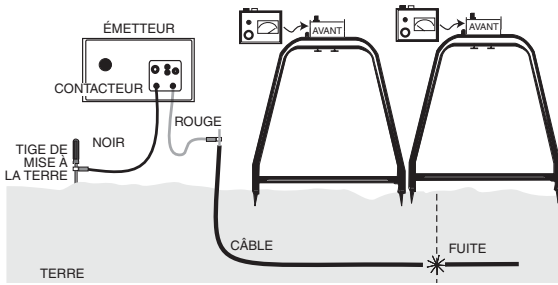
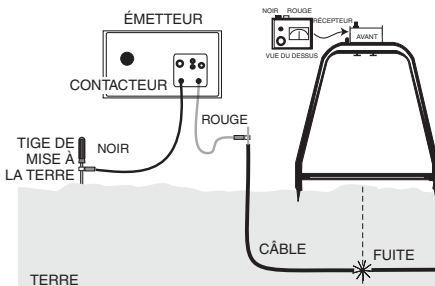

Figure 3. Chemin de câble-sonde – Inversion
Figure 4. Récepteur de remise à zéro – Premier essai
5. Allumez le récepteur. Vérifiez l'état de la batterie en appuyant sur le bouton de test de la batterie et observez le contrôleur. Enfoncez dans la terre les sondes du cadre en « A ». (Voir la figure 3.) Si toutes les sondes sont correctement mises à la terre, le récepteur s'activera en direction de la fuite (loin de l'émetteur) en synchronie avec le bippeur de l'émetteur.
Déterminez l'emplacement exact en déplaçant le cadre en « A » vers le signal « noir » jusqu'à ce qu'il redevienne rouge. (Voir la figure 3.) Déplacez ensuite le cadre en « A » par petits incréments en direction du signal rouge jusqu'à ce qu'il redevienne noir ou nul. (Voir la figure 4.)
Remarque : Le récepteur indiquera une valeur nulle lorsque les sondes enjambent exactement la fuite. Marquez cet emplacement. (Voir les figures 4 et 5.)